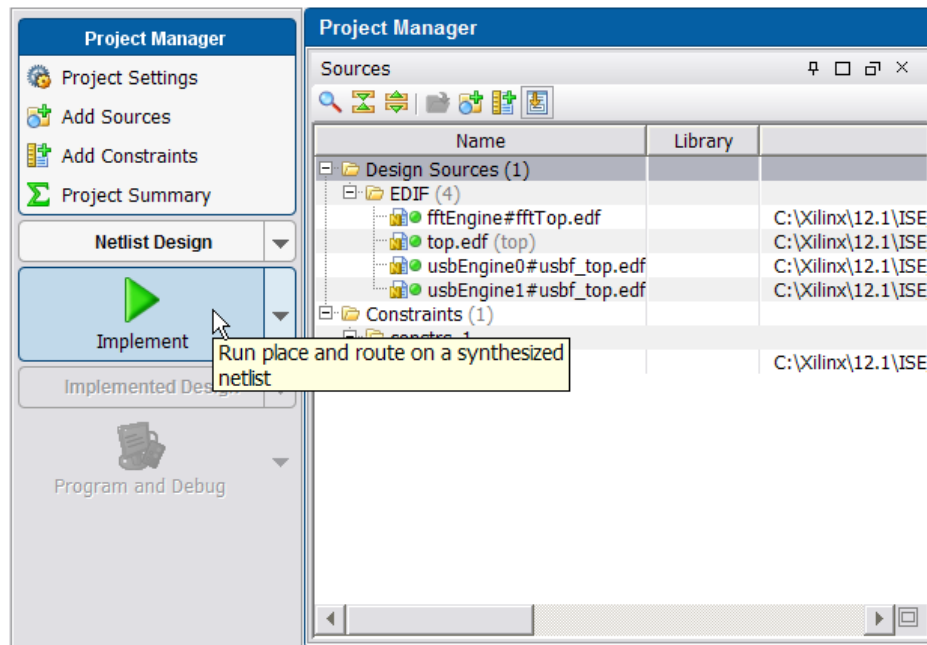

図 7 : デザインのインプリメンテーション
- 2-1-1. Flow Navigator から **[Implement]** をクリックします (図 7)。このボタンを使用すると、1 クリックだけで、ISE インプリメンテーション ツールを起動できます。インプリメンテーション ツールではデフォルトでアクティブな ISE デフォルト ストラテジが使用されます。